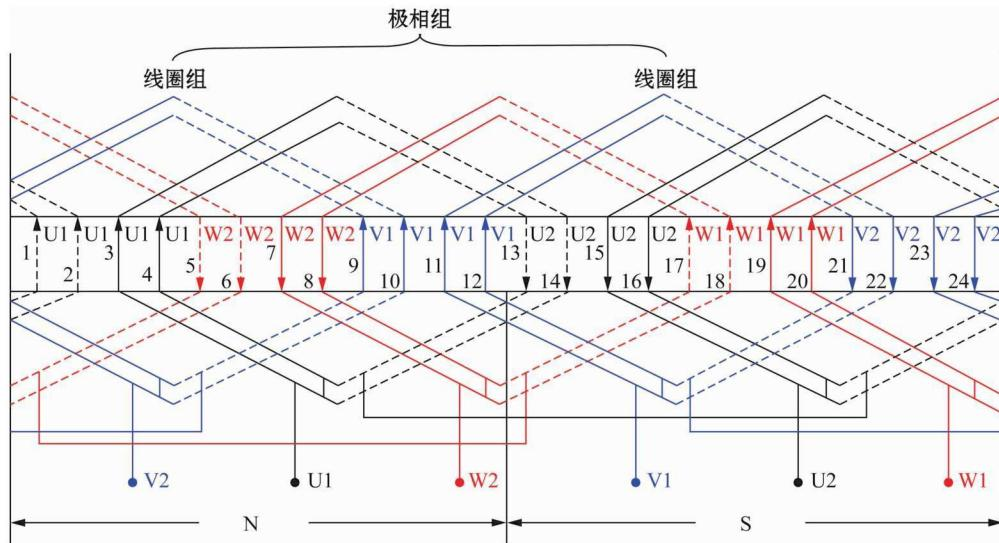

图 2-3 线圈组不一定是极相组
(2) 线圈组——是由几个线圈串成的绕组单元。异步电动机中常见的线圈组是极相组。它是一个磁极下同一相的几个线圈同向串联而成的一组线圈。例如一台三相 2 极 24 槽的电动机，每极下对应有 12 槽，而每极下均由三相平分，故每极每相槽数  $q=4$ 。也就是说，它由 4 个线圈串成一个极相组，由 2 个线圈串成一个线圈组(见图 2-3)。